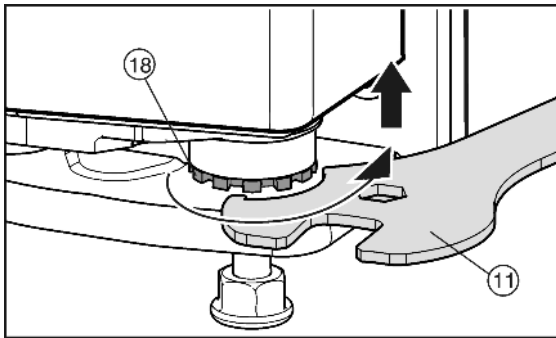

Fig. 13
- ▶ Om de deur op te tillen de lagerbout Fig. 13 (18) met de meegeleverde steeksleutel Fig. 13 (11) rechtsom uitdraaien. In leveringstoestand is de lagerbout geheel ingedraaid.